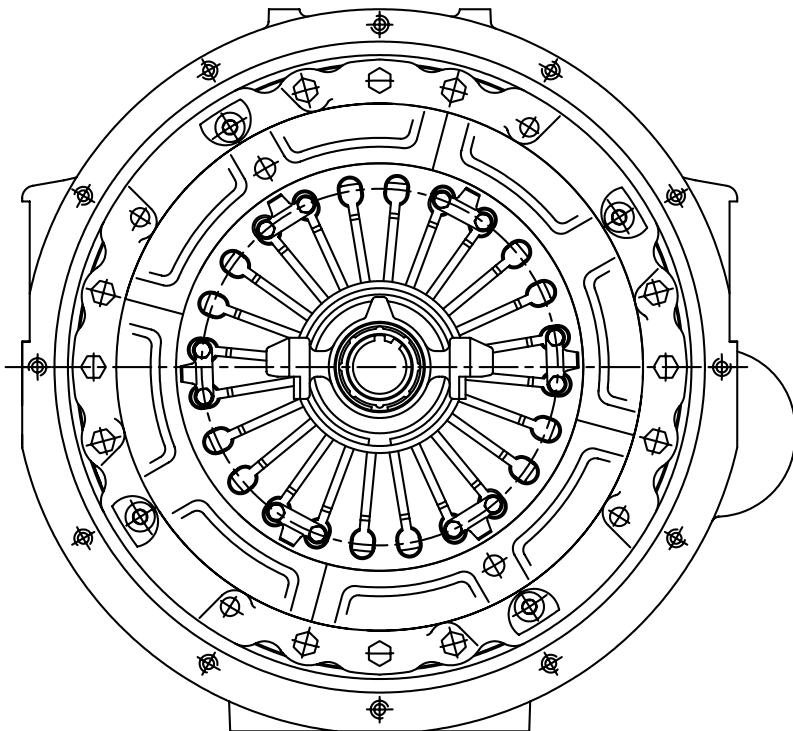

Рис. 20. Положение муфты выключения сцепления
5. С помощью специальной оправки, установленной на центрирующую оправку ведомого диска, с центрировать муфту выключения сцепления и развернуть её, как показано на рис. 20. Допускается угловое отклонение не более 10°.